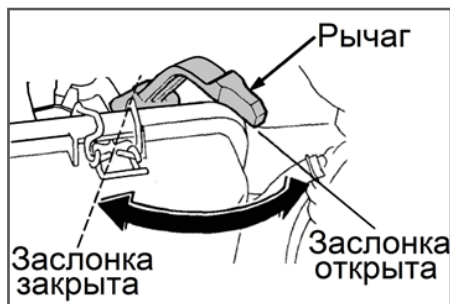

Рис. 9 Рычаг управления воздушной заслонкой
- Закройте воздушную заслонку карбюратора. Для этого рычаг управления воздушной заслонкой карбюратора (Рис. 9) установите в крайнее левое положение.